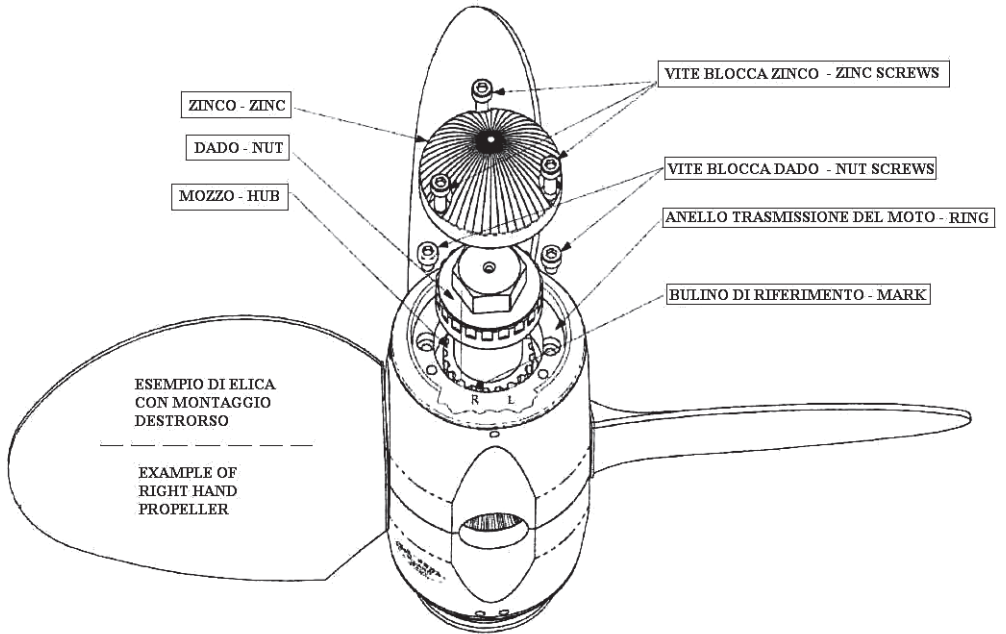

Fig. 3
La MAX PROP® FAST GENERAZIONE 2 offre la possibilità di modificare il senso di rotazione, per es. in caso di cambio del motore, o di semplice errore al momento dell'ordine. (Se aveste dei dubbi: per capire il senso di rotazione del Vostro asse motore, è necessario innestare la marcia avanti e guardare da poppa verso prua. Se l'asse gira in senso orario la rotazione è destrorsa, al contrario se gira in senso antiorario la rotazione è sinistrorsa.). Per cambiare il senso di rotazione della MAX PROP® FAST GENERAZIONE 2, da destrorsa a sinistrorsa o viceversa, procedere come segue, facendo riferimento alla fig.3:
- Se rimontate l'anello porta-zinco con il dente "R" in corrispondenza del dente del mozzo che ha stampigliato il bulino avrete un elica destrorsa, se invece inserite l'anello con il dente "L" in corrispondenza del dente del mozzo che ha stampigliato il bulino avrete un elica sinistrorsa (vedi Fig.3).
In order to change rotation of the MAX PROP® FAST GENERATION 2, from right hand rotation to left hand rotation or viceversa, do as follows referring to fig.3
- *If you place the zinc bearing ring in its seat again, matching the "L" tooth with the hub reference mark, you have a left hand rotating propeller, on the contrary, with the "R" tooth you have a right rotating propeller as in fig.3*